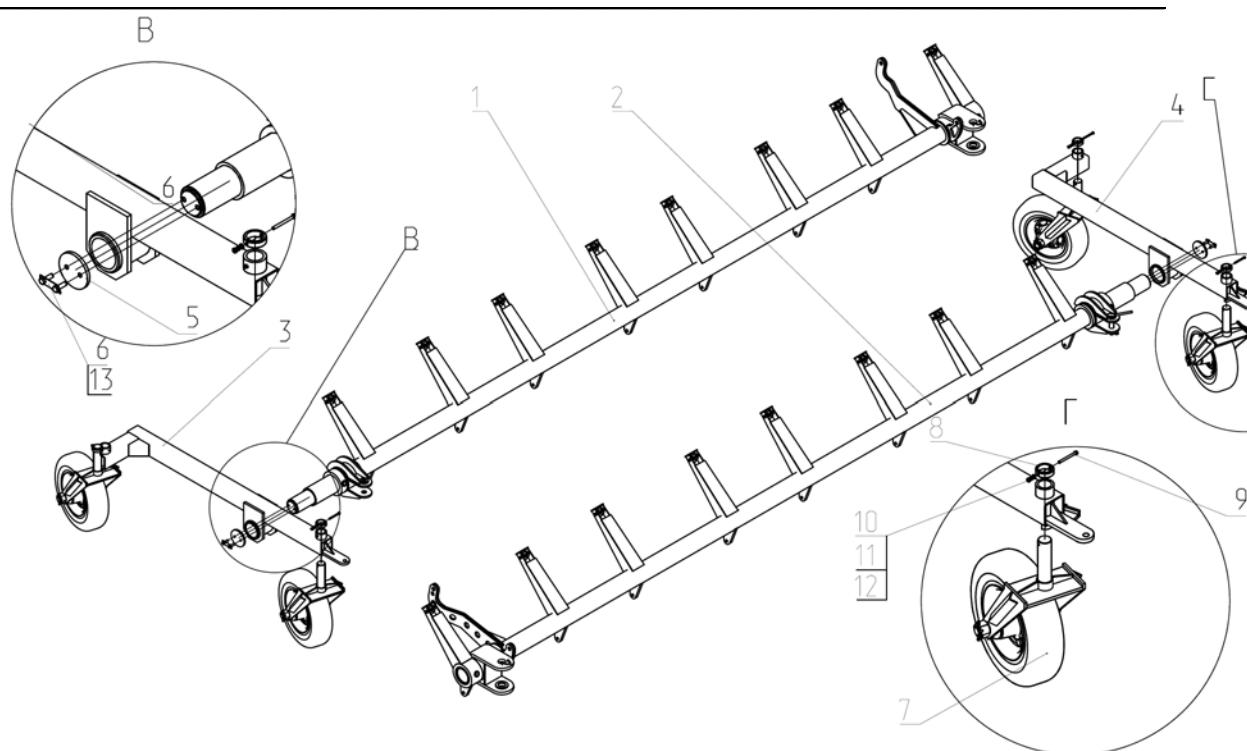

Рис.18 Схема сборки луцильника.
5.5.5. Брус поз. 1 Рис. 18В установить на подложки так, чтобы расстояние от поверхности земли до трубы сницы было не менее 650 мм;
Аналогично собираем траверсу поз. 4 с брусом поз. 2 Рис. 18;
5.5.7. Колесо в сборе с вилкой Рис. 18Г вставить во втулку траверсы и при помощи кольца поз. 8, болта М8х90 поз. 9, шайбы 8.65Г поз. 10, шайбы 8 поз. 11 и гайки поз. 12 закрепить его. Остальные колеса собираются аналогично;